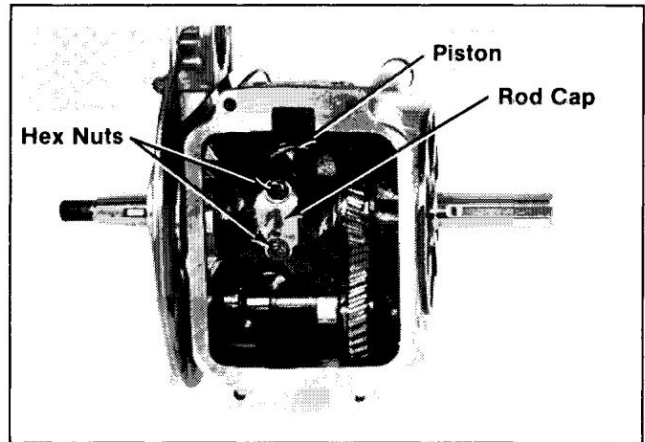

Figure 10-5. Dépose de la bielle et du piston.
1. Retirez le capuchon de bielle. Reportez-vous à la figure 10-5.